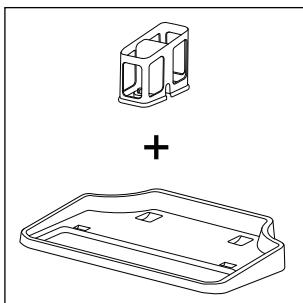
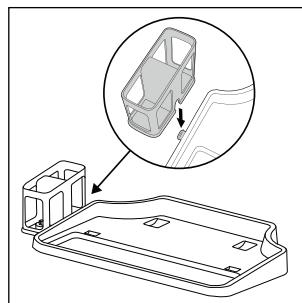

Fig. 4
Fig. 5
- ♦ Parkerings- og rensestationen består af en bakke til frastilling 4 og en børsterulleholder 5 (se fig. 4). For at montere parkerings- og rensestationen skubbes børsterulleholderen 5 ind i åbningen på siden af bakken til frastilling 4. Skub børsterulleholderen 5 ned i åbningen, indtil den sidder fast på bakken til frastilling 4 (se fig. 5).